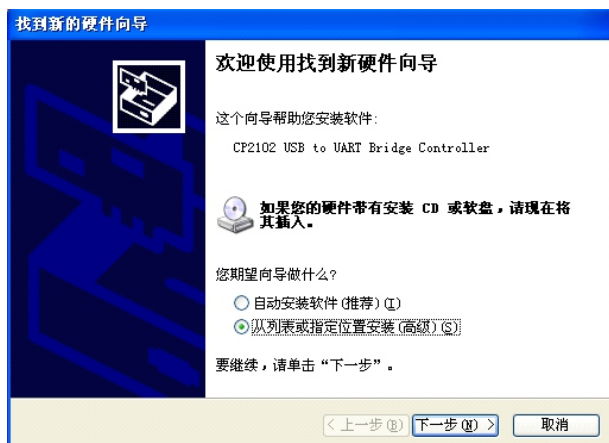

图 43. 驱动程序的安装-1
- (1) 把随机的光盘 插入光驱中。
- (2) 利用随机附带的USB线，插入仪器USB口，另端插入计算机USB口。
- (3) 计算机提示发现新硬件，并弹出“找到新硬件向导”在“自动安装软件（推荐I）”和“从列表或者指定位置安装（高级）(S)”选择后者，然后选择“搜索可移动媒体（软盘、CD-ROM...）(M)”，点击“下一步”按钮，此时，计算机提示“正在为硬件安装的软件szchkj cp210x usb to uart bridge”没有通过 windows 徽标测试，可以不管提示，在“仍然继续(C)”和“停止安装(S)”按钮中选择“仍然继续”按钮，这时计算机自动完成安装，按下“完成”按钮即完成安装。(图43、图44、图45)